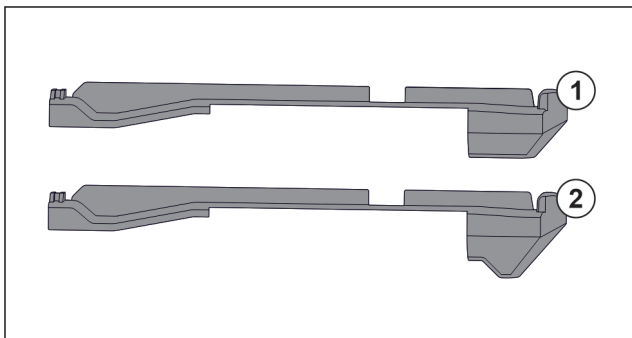

Fig. 48 Porównanie elementów nasadzanych
W urządzeniu znajdują się dwa różne elementy nasadzane. Element nasadzany nad najniższą szufladą Fig. 48 (2) posiada trójkątną krawędź. Wszystkie pozostałe elementy nasadzane Fig. 48 (1) mają prostą krawędź.
- ▶ Element nasadzany Fig. 48 (2) z trójkątną krawędzią umieścić nad najniższą szufladą.
- ▶ Element nasadzany Fig. 48 (1) z prostą krawędzią umieszczać we wszystkich pozostałych miejscach.